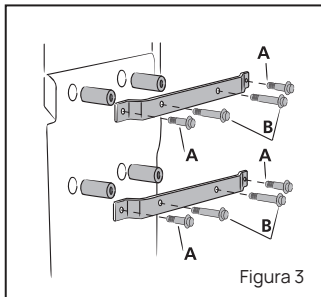

Figura 3
- Afloje los cuatro tornillos "A" y los cuatro "B" de ambas escuadras. Ver figura 3.